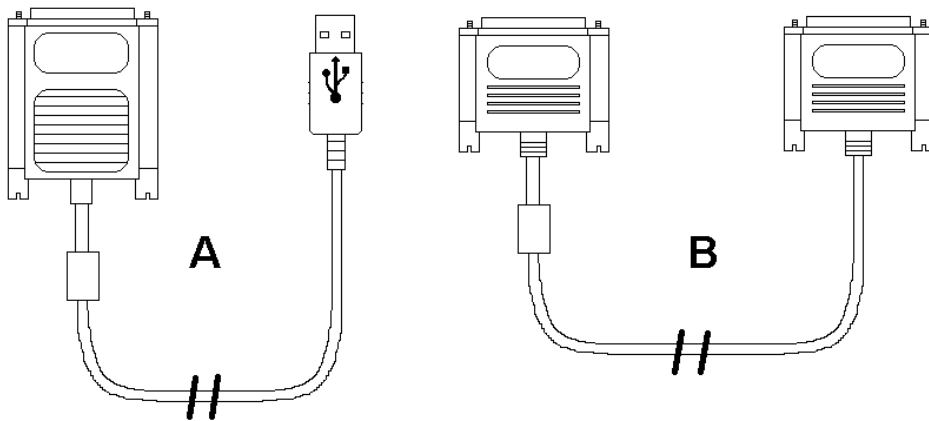

Figure 3 : câble USB (A) et câble parallèle (B)
5. Prenez le câble d'interface de la boîte d'emballage (figure 3, câble B) et connectez-le au port parallèle de votre ordinateur.
3. Placez le câble de conversion EPP-USB (figure 3, câble A) dans un branchement USB libre de votre ordinateur. Windows indique qu'un nouveau matériel a été détecté.